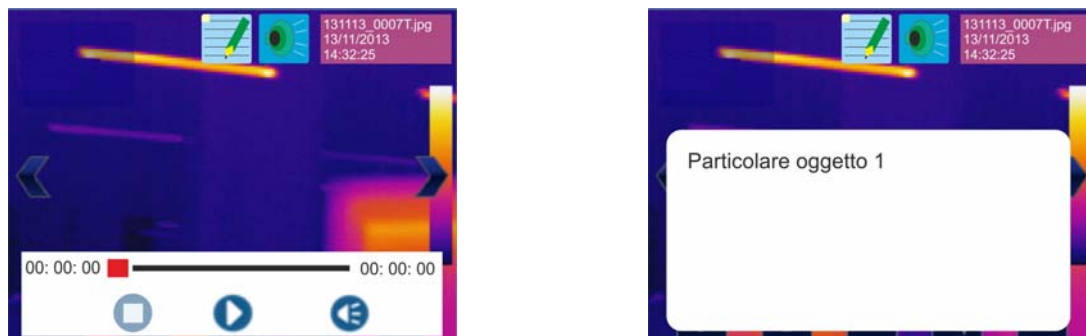

Fig. 66: Visualizzazione annotazione vocale e testuale
5. Toccare l'icona . La seguente videata è mostrata a display (vedere Fig. 66 – Parte sinistra)
10. Toccare l'icona "📝" per visualizzare l'annotazione testuale. La videata di Fig. 66 – Parte destra è mostrata a display